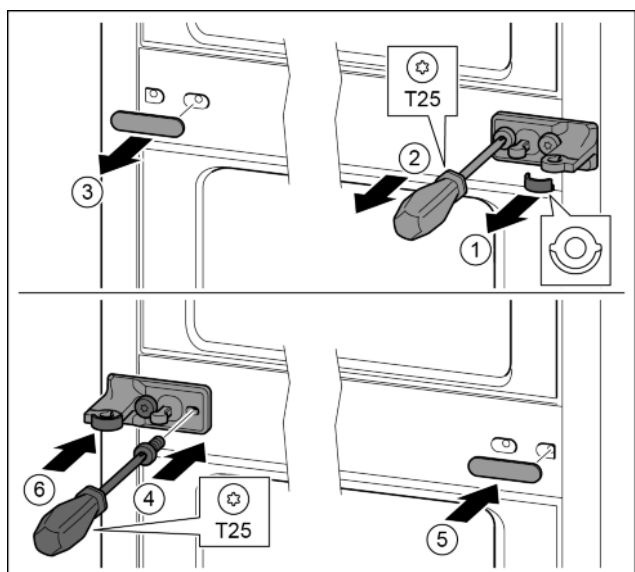

Fig. 14
- ▶ Stáhněte podložku. Fig. 14 (1)
- ▶ Šroubovákem T25 vyšroubujte šrouby. Fig. 14 (2)
- ▶ Opatrně stáhněte kryt. *Fig. 14 (3)*
- ▶ Stojan ložiska s fólií otočený o 180° pevně přišroubujte na druhé straně. *Fig. 14 (4)*
- ▶ Kryt otočený o 180° připevněte na druhé straně. *Fig. 14 (5)*
- ▶ Zepředu nasuňte podložku. *Fig. 14 (6)*